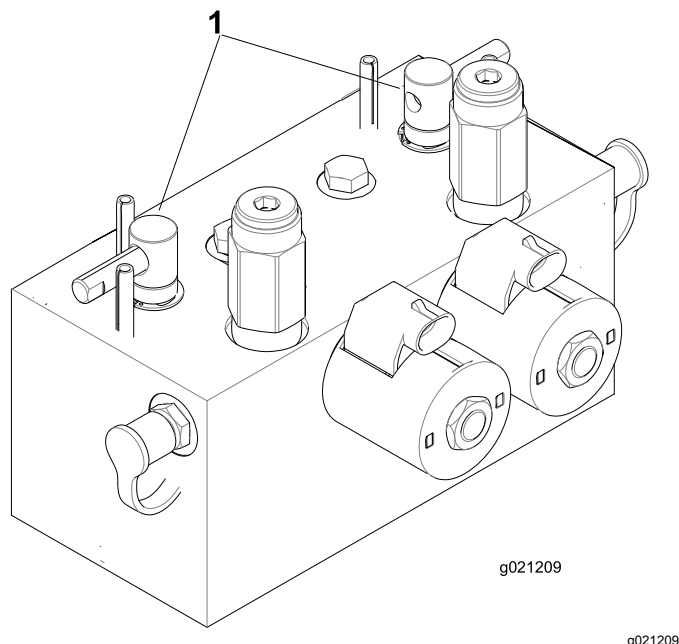

Figura 72
2. Desbloqueie e levante o banco para expor as alavancas de retificação (Figura 72).
5. Selecione as alavancas de retificação dianteiras, traseiras ou ambas para determinar quais as unidades a retificar (Figura 72).